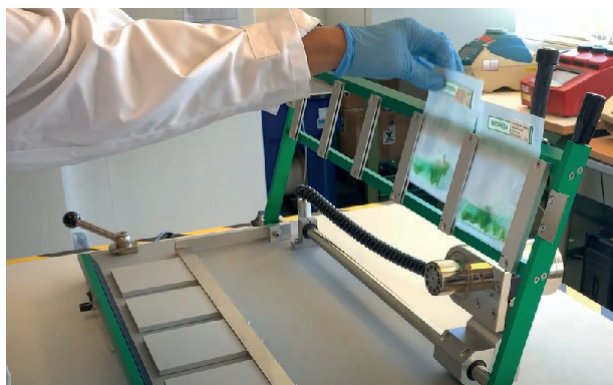

Fig. 2
- Inserire fino a 5 buste di estrazione nel rack aperto (vedere Fig. 2).